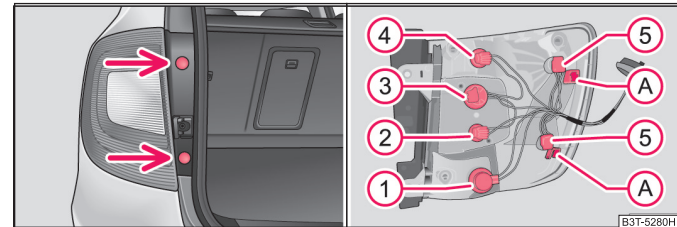

Abb. 216 Heckleuchteinheit ausbauen (Combi)
- Nehmen Sie die Stopfen ⇒ Abb. 216 - links heraus und schrauben Sie mit einem Torx-Schlüssel die Heckleuchteinheit ab²⁰⁾.
- Für den Wiedereinbau setzen Sie die Heckleuchteinheit zuerst mit den Öffnungen (A) auf die Zapfen in der Karosserie ein.
Einbaulage der Lampen ⇒ Seite 259, Abb. 216.